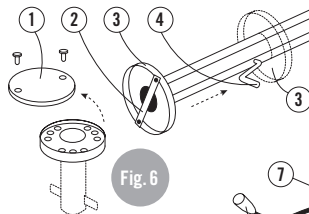
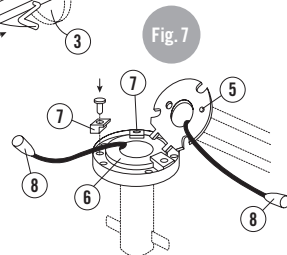

Fig. 6
Fig. 7
- Deckel von der Bodenhülse (1) abschrauben (Fig. 6).
- Fixiersteg (2) vom Mastfuß entfernen und Pressring (3) bis über Kurbelöffnung (4) hochschieben. Gegen Mast abpolstern und mit eingesteckter Kurbel sichern.
- Sicherungsschraube (5) lösen, Scharnierscheibe (6) herausklappen und auf Bodenhülse platzieren (Fig. 7).
- Scharnierscheibe mit Drehhaltern (7) auf Bodenhülse spannen. Mittlere Gewindelöcher verwenden.
- Bei Schirmen mit Elektroinstallations Stecker (8) verbinden. Lose Kabel in Bodenhülse verstauen.